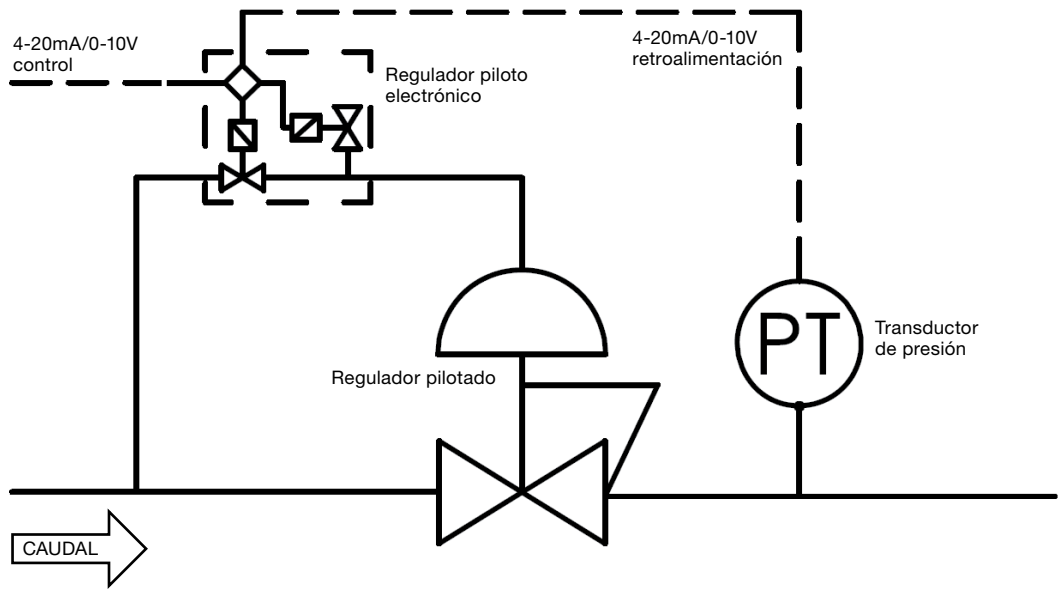

Figura 6
- **Control electrónico** En esta configuración se utiliza un regulador piloto electrónico alimentado por la presión del sistema, junto con un transductor de presión para controlar directamente la presión de la bóveda (figura 6). La presión de salida del regulador principal estará limitada por la presión de salida del regulador electrónico. Esta configuración no es adecuada para aplicaciones de líquidos.